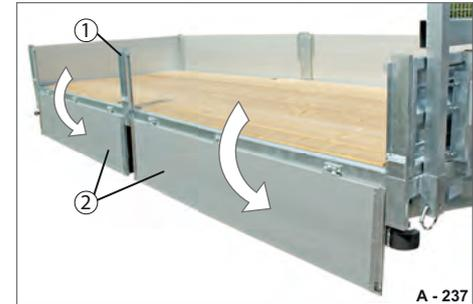

Abb. 122 Bordwand, zweiteilig abgeklappt
- ▶ Nacheinander die Bordwände (Abb. 122/2) herunterklappen. Mittelrunge (Abb. 122/1) bleibt in der Rungentasche eingesteckt.